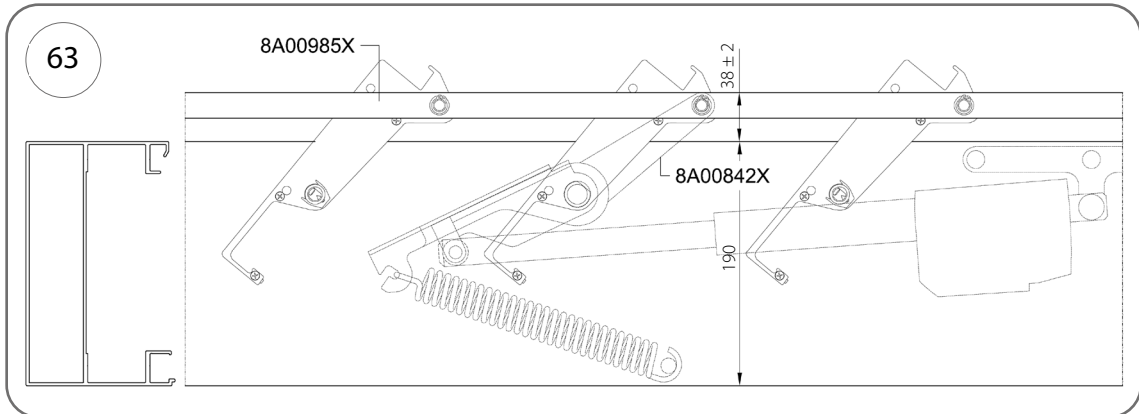

Fig. 63
2. Réglez la position finale d'ouverture comme indiqué sur la fig. 63.